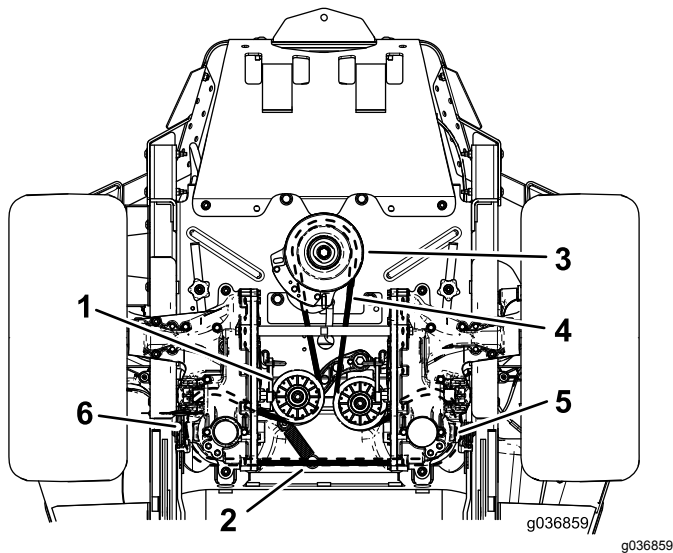

図 68
- 機体をもち上げて、ジャッキスタンドで支える 図 68。
6. ポストからアイドラスプリングを外す 図 68。
8. エンジンプーリと2つの油圧ポンププーリに新しいベルトを掛け回す 図 68。